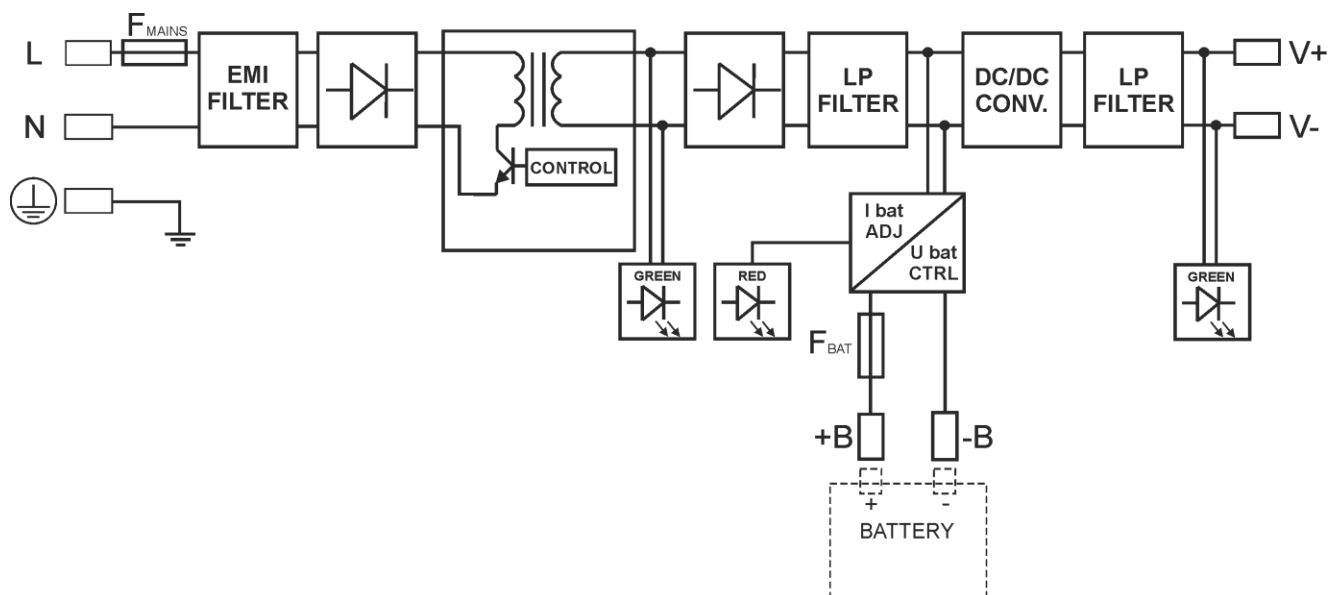

Abb. 1: Blockdiagramm des Netzteils.
1.2. Blockschaltbild (Abb. 1).